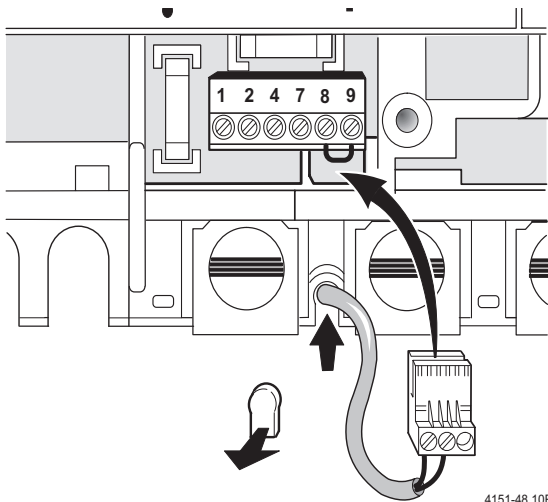

Fig. 22
- ▶ Utiliser la sonde de température d'eau chaude fournie avec la chaudière, fig. 22.